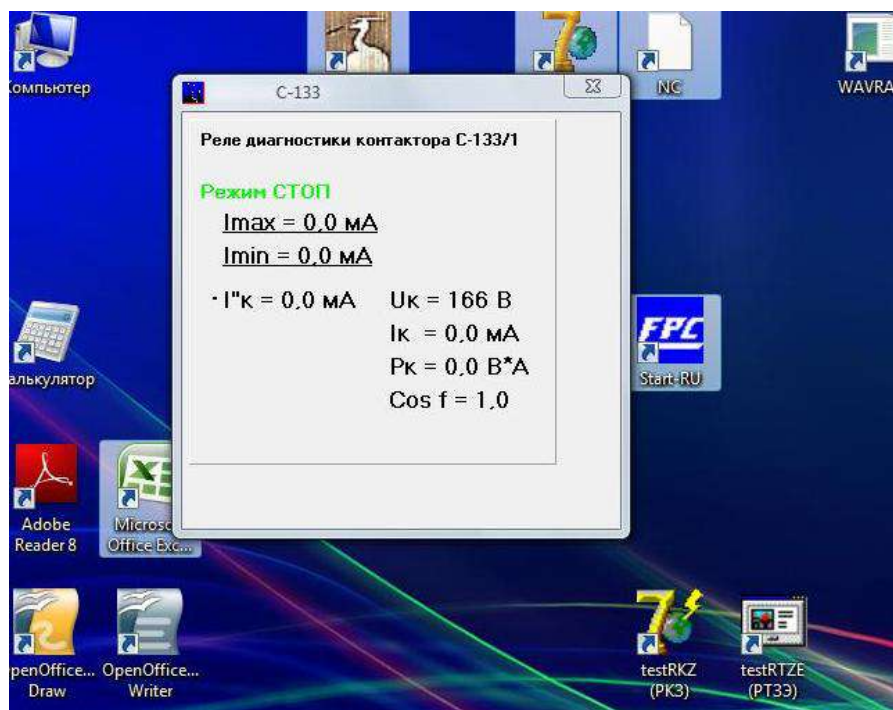

Рисунок 4 – окно программы с отображением значений уставок СМАРТРЕЛЕ C-133
- 2 - В открывшемся окне программы (рис.4) отображаются значение приведенного тока $I''_к$ в цепи катушки контактора и значения уставок I_{max} и I_{min}